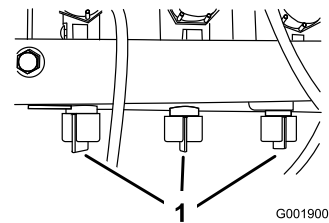

図 30
12. OFF にしたブームのバルブの下についているバイパス・バルブ（図 30）を使って、上記手順9で設定した水圧と同じ水圧に調整する。